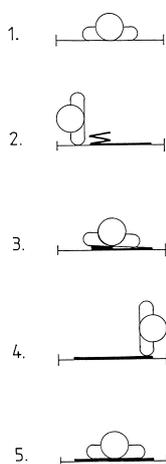

Abb. 8
- Dann, Gurtlaschen von außen nach innen unter die Oberschenkel legen; dazu können die Beine leicht angewinkelt werden (**Abb. 8, 9**).